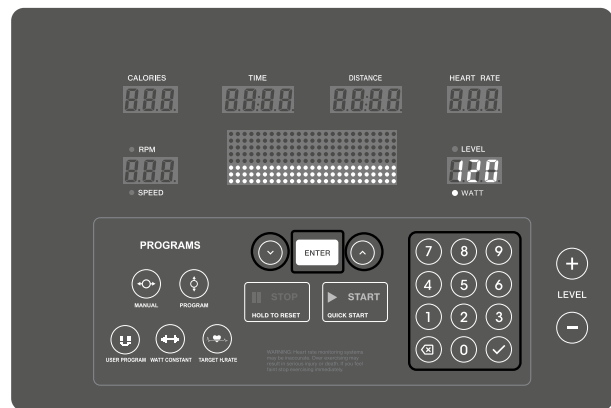

Abb. 15
3. Stellen Sie den gewünschten Wattwert mit den Pfeiltasten (^/v) ein (Abbildung 15).